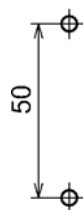

Рисунок 6.2
- 6.2 Блок датчика устанавливается в месте наибольшей вероятности возникновения загазованности. Крепление БД производится с помощью шурупов или винтов (рисунок 6.2).